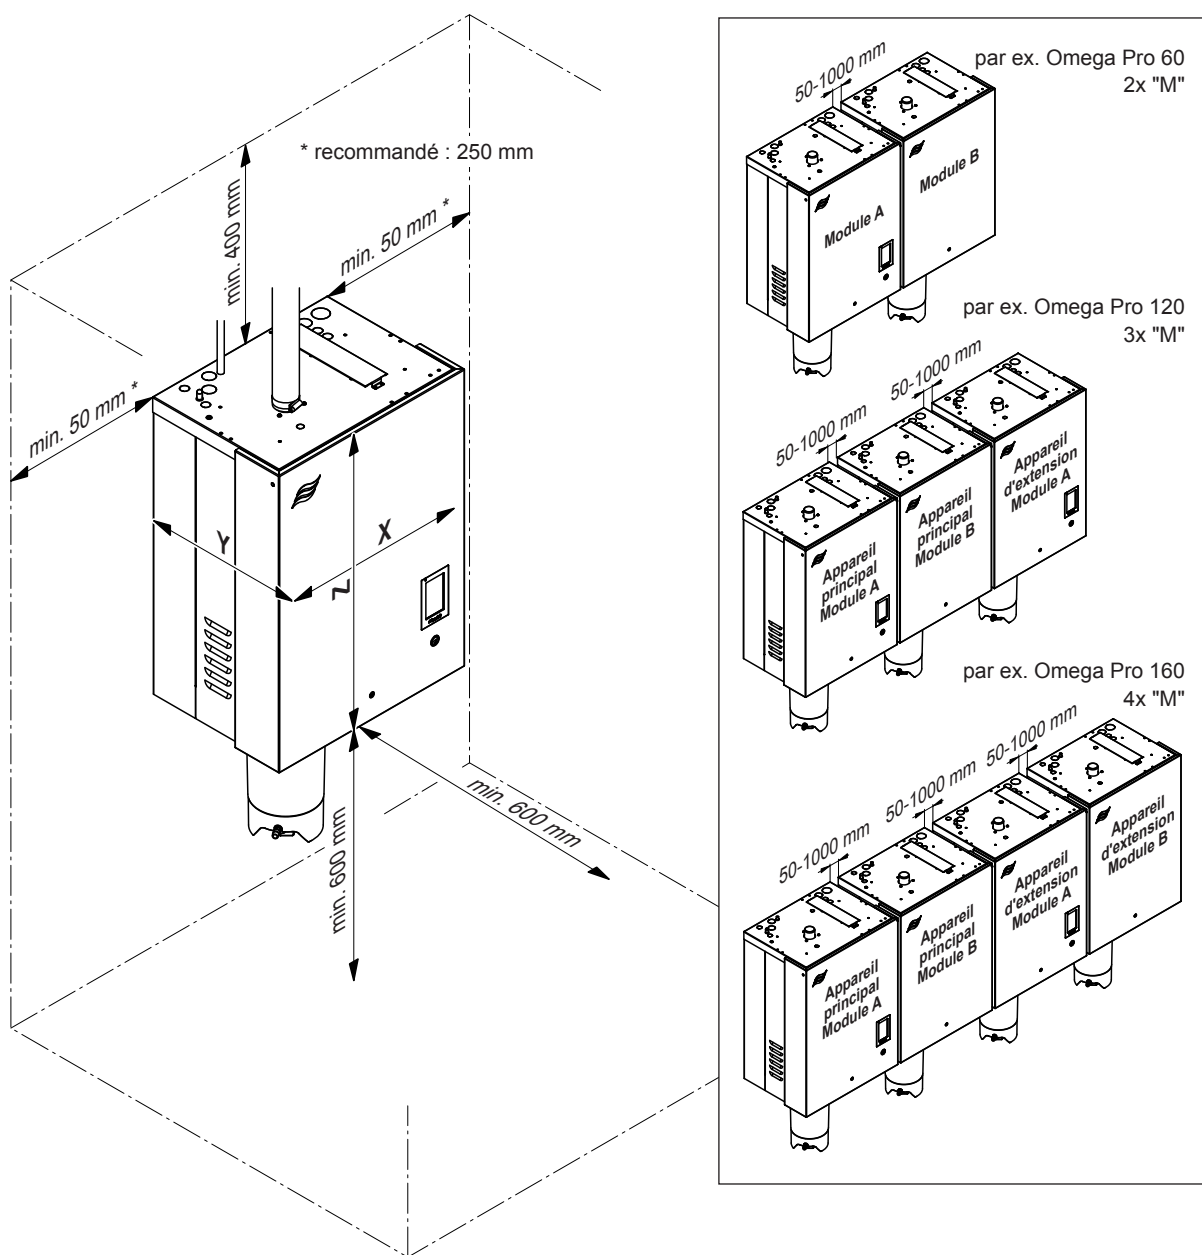

Fig. 9: Distances à respecter
- Placer le générateur de vapeur de telle sorte **qu'il soit bien accessible** et qu'il y ait suffisamment de place pour faire la maintenance. Les **distances minimales** conformément à la Fig. 9 **doivent être respectées**.
- Pour que les câbles livrés puissent être utilisés avec des appareils doubles et systèmes réseau d'appareils, les différents appareils doivent être montés dans l'ordre indiqué, à la même hauteur, côte à côte et avec une distance de min. 50 mm au max. 1000 mm entre chaque appareil (voir Fig. 9).